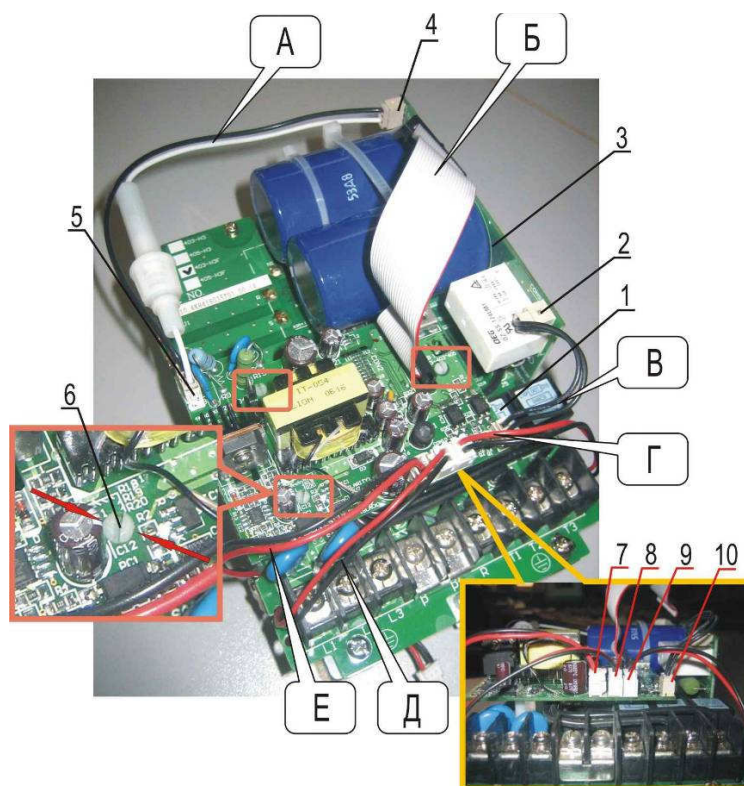

Рис. 6.11
6.7.1. Отсоединить разъемы (4) и (5) провода питания 540 В с предохранителем (А) (рис. 6.11). Положить провод в тару.
6.7.2. Отсоединить разъемы (7), (8), (9) проводов питания вентиляторов (Д), (Г) и провода питания платы ЦП (Е) (рис. 6.11). Положить провода в тару.
6.7.3. Отсоединить разъемы (2) и (10) провода питания 24 В (В) (рис. 6.11). Положить провод в тару.
6.7.4. Отсоединить разъем шлейфа ЦП (Б) на плате питания (1) (рис. 6.11). Положить шлейф в тару.
6.7.5. Демонтировать плату питания (1), последовательно сжимая фиксаторы стоек (6) и поднимая края платы (рис. 6.11). Положить плату питания в тару.